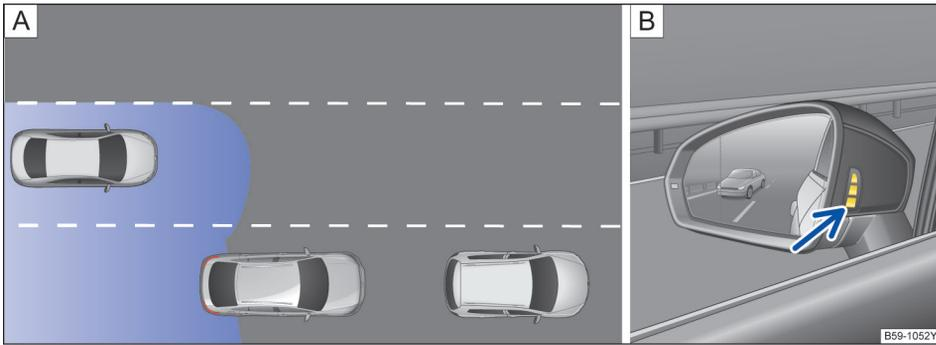
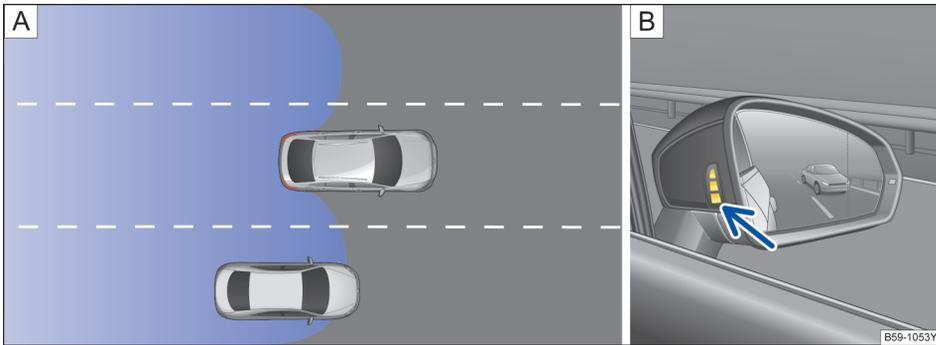

图 135 原理图：A 后方有车超车的行驶状况 B 左侧车外后视镜上的图示显示
图 136 原理图：A 超车和并道的行驶状况 B 右侧车外后视镜上的图示显示
在下列行驶状况下，车外后视镜中会亮起显示→图 135 B（箭头）或→图 136 B（箭头）：
- 当另一辆汽车正在超越本车时→图 135 A。
- 在以约 10 km/h (6 mph) 的速度差超越另一辆汽车时→图 136 A。在明显快得多的超车过程时不会出现显示。